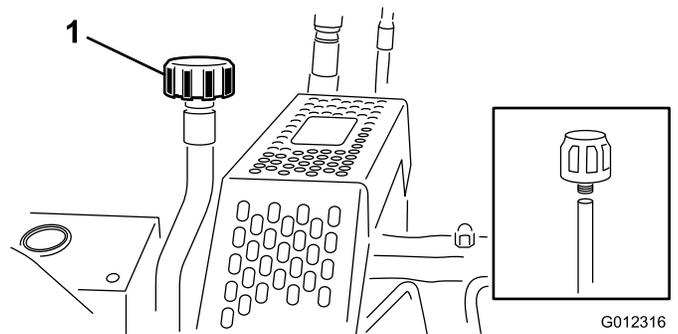

Bild 45
2. Reinigen Sie den Bereich um den Entlüfter und schrauben ihn mit einem Schraubenschlüssel heraus (Bild 45).